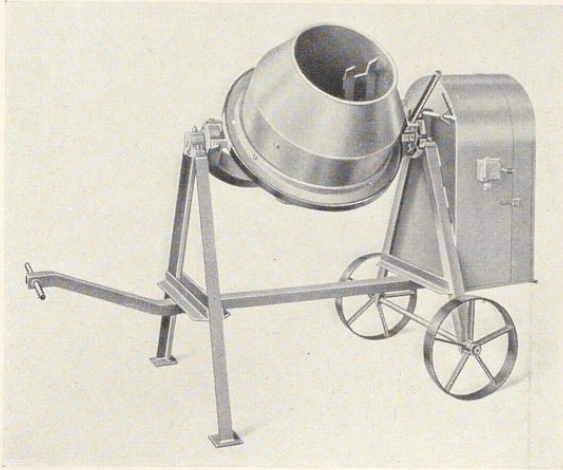

Bild 93. Gutmann-Kipptrommelmischer
**Gutmann-Kipptrommelmischer, 75 l**, fahrbar, mit Elektromotor 1,1 PS, ohne Hochbauwinde. Die Kipptrommel ist in der Höhe verstellbar zum bequemeren Einfüllen des Mischgutes, sie kann durch Handhebel in die zweckmäßigste Schrägstellung gebracht werden. Kraftbedarf 1 PS, Leistung 2 bis 3 cbm/Stunde. Bild 93.